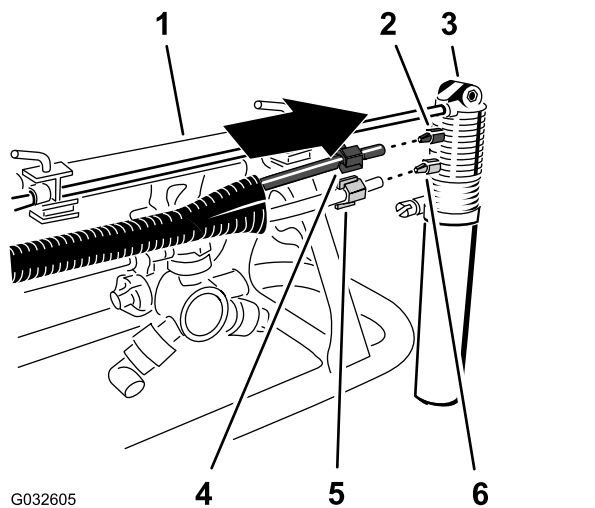

Figura 21
2. Alinhe a extremidade do tubo transparente com a porca de compressão branca com a união branca do bico do marcador de espuma e aperte a porca de compressão à mão (Figura 21).
3. Alinhe a extremidade do tubo azul com a porca de compressão azul com a união azul do bico do marcador de espuma e aperte a porca de compressão à mão (Figura 21).
1. Passe a porca de compressão azul pelas extremidades do tubo azul e a porca de compressão branca pelo tubo transparente (Figura 21).